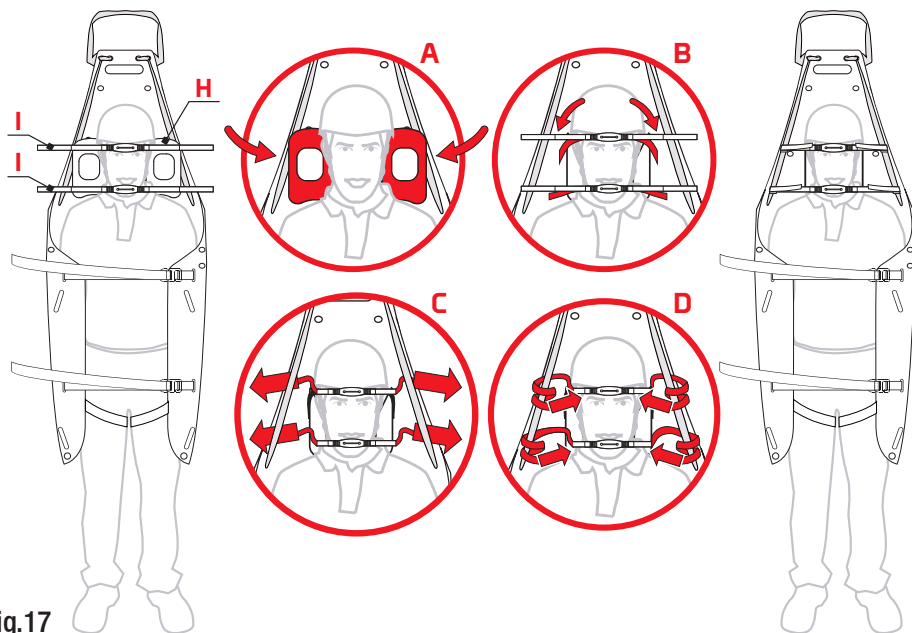

Fig.17
- a) fije las cintas para barbilla (I) en el reposacabezas HRP (H) mediante el velcro (fig. 17),
- b) enrole el velcro de las cintas para barbilla (I) alrededor de la cuerda (M) o de la cinta (E) y haga que se adhiera sobre sí mismo (fig. 17).